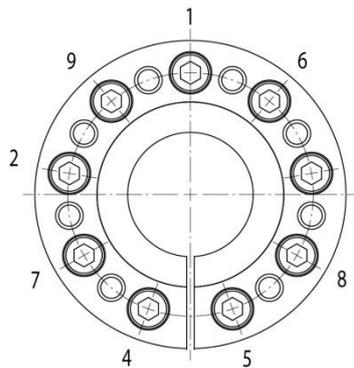

Figura 5
6. Utilizzare una chiave a brugola (manuale) come mostrato in Figura 5. Serrare le viti del cilindro (5) a piccoli passi fino a quando non viene stabilita una tensione uniforme.